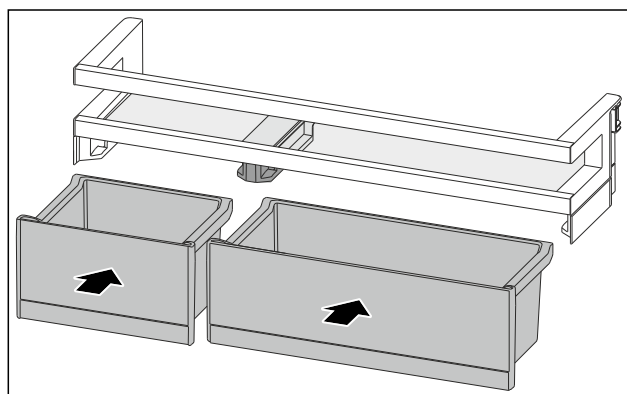

Fig. 225
- Sett inn VarioBoxer i endret anordning. (se Fig. 225)